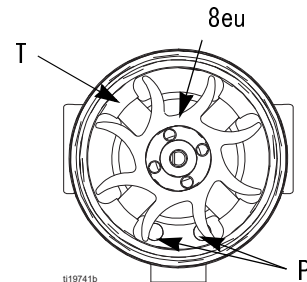

図 30. ファンの向き
12. ファンの端が上向き状態で、コイルアセンブリ (8a) を作業台で保持します。ファン (8e) をシャフト (S) の長い側に押し付けます。ファンの羽根の向きは、図 30 に示すとおりになっている必要があります。
13. コイルのピンをハウジングのスロットに揃えた状態で、コイルアセンブリ (8a) を注意しながらハウジング (8d) の前面に押し付けます。3 線のコネクタ (PC) は、ハウジングのタブの広い側のノッチに合わせる必要があります。
14. ファン (8e) を回して、その羽根がハウジングの後部にある 4 つのベアリングタブ (T) に当たらないようにします。下のベアリング (8b1) のブレードがタブの位置に合っていることを確認してください。